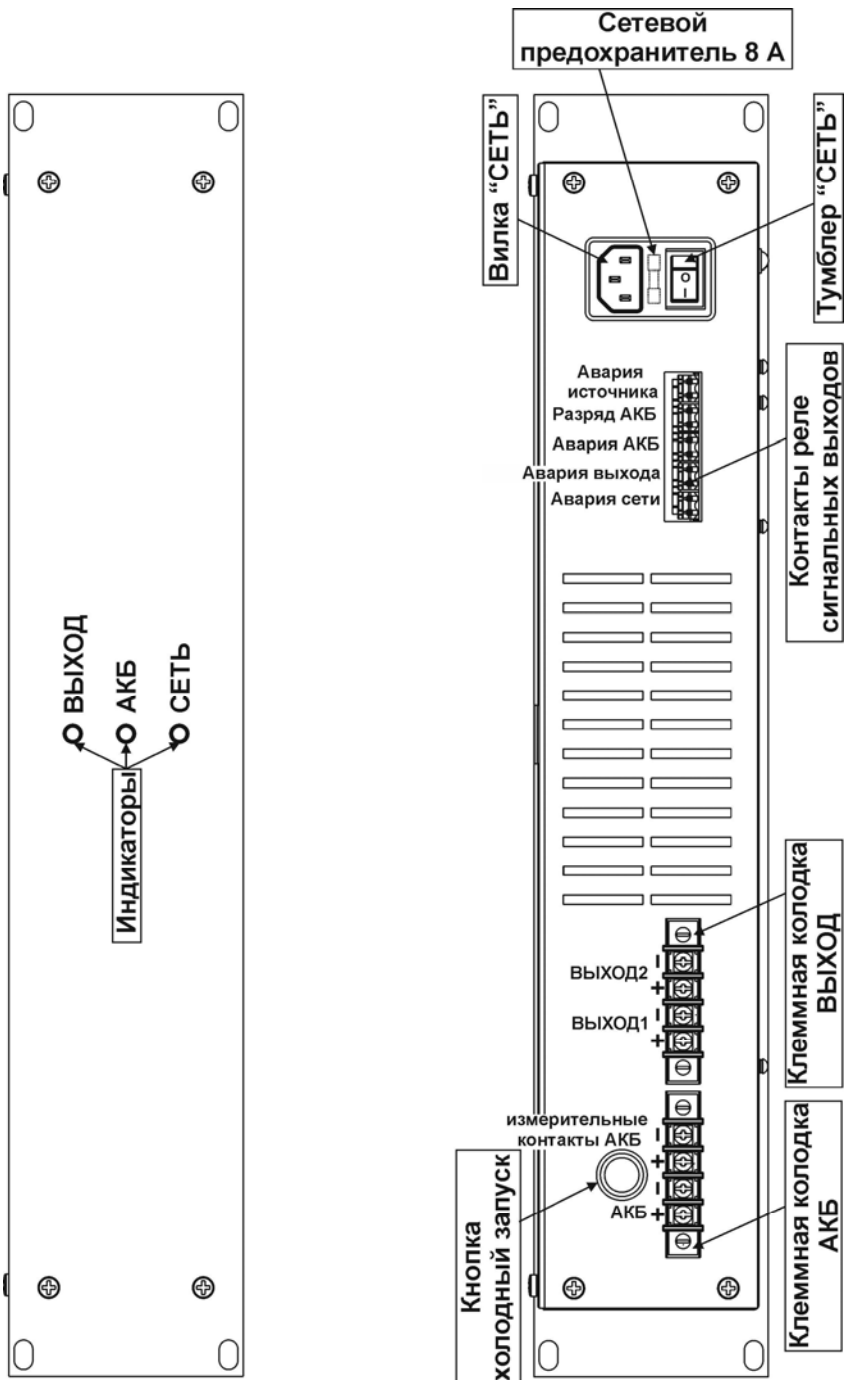

Рисунок 1. Общий вид источника.
**Источник содержит следующие конструктивные элементы (см. рисунок 1):**